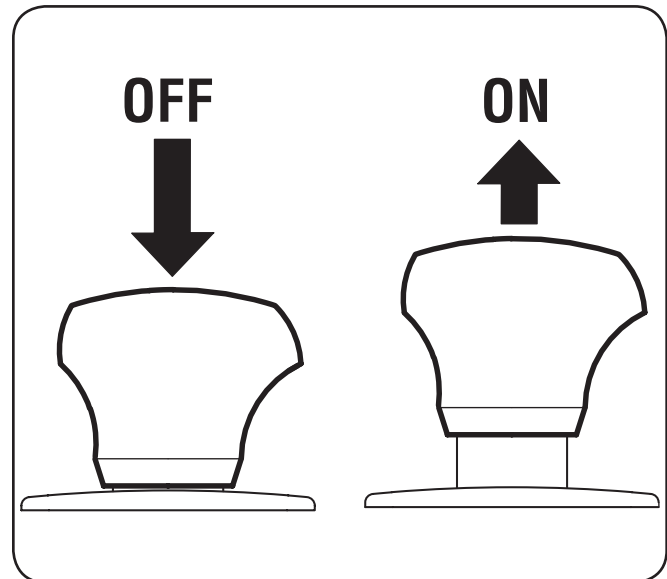

Figura 5-45
2. Tire de la perilla de la PTO/enganche de cuchilla hacia afuera hasta la posición ON (conectada). Consulte la Figura 5-45.